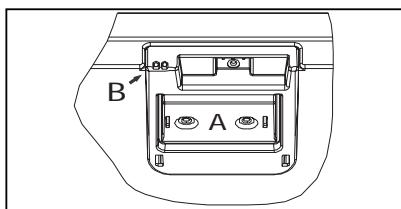

Figure 6.
7.2. Éclairage intérieur (Fig. 6)
2. Remettez ensuite le signal de la porte à zéro en dirigeant la télécommande vers le capteur de la porte (Figure 6 B) et en appuyant sur la touche .